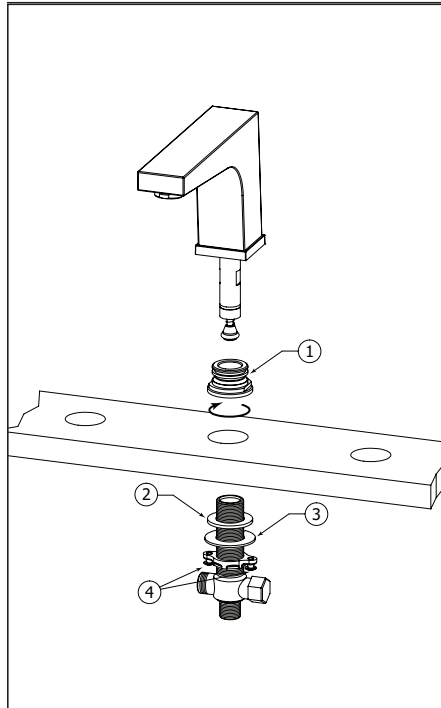

Fig.2
Unscrew the top nut (1) from the shank. Insert the shank body through the hole from underneath the deck and screw the top nut (1) back to the shank. Tighten it **completely**. Tighten the bottom nut (4) with metal (3) and rubber (2) washers from beneath the deck (Fig.2).
Dévisser l'écrou de retenue (1) du haut du raccord. Insérer le raccord par en dessous de la surface et reserrer **complètement** l'écrou de retenue (1) par le haut. Serrer également l'écrou du bas (4) avec les rondelles en métal (3) et en caoutchouc (2). (Fig.2).